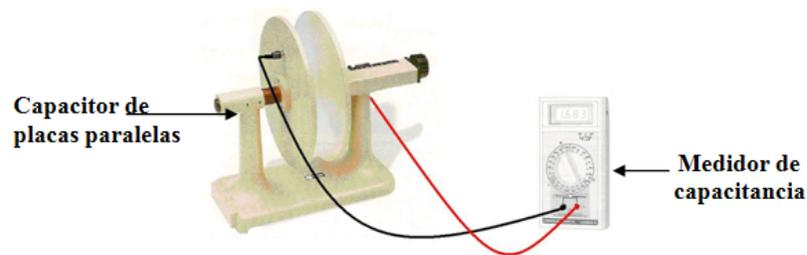

Figura 3.5 Medición de capacitancia
- a) Con ayuda del profesor mida la capacitancia del capacitor de placas paralelas, separadas 1mm, como se indica en la figura 3.5.
c) Haciendo referencia a la figura 3.5, coloque entre las placas del capacitor, madera, papel cascarón, hule y fibra de vidrio (una a la vez); midiendo la capacitancia en cada caso, primero con dieléctrico y luego sin él, conservando la distancia al sacar el dieléctrico, concentre sus mediciones en la tabla 3.2.